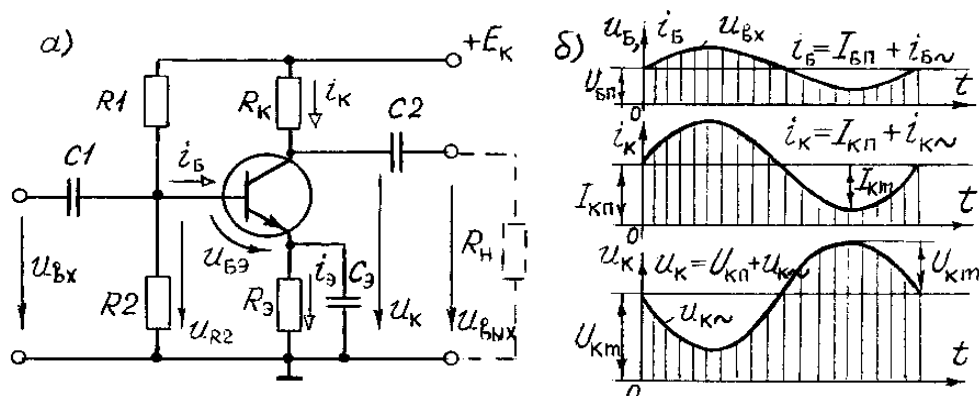

Рисунок 4
Рассмотрим один из наиболее распространенных усилительных каскадов на транзисторах – каскад с общим эмиттером (рисунок 4,а).
При подаче входного сигнала  $u_{вх}$  на постоянную составляющую тока  $I_{бп}$  накладывается переменная составляющая  $i_{б\sim}$ , и ток базы становится пульсирующим  $i_б$  (рисунок 4, б). Он вызывает пульсацию тока коллектора  $i_к = \beta i_б$  и коллекторного напряжения  $u_к$ . Переменная составляющая напряжения  $u_{к\sim}$  через конденсатор  $C2$  передается в нагрузку:  $u_н = u_{в\text{ых}}$ .
Так как  $E_K = \text{const}$  и режим по постоянному току не меняется, то видно, что с увеличением тока  $i_{k\sim}$  напряжение  $u_{k\sim}$  уменьшается, оно сдвинуто по фазе относительно входного напряжения на  $180^\circ$  (рисунок 4, б).
Изучить устройство и принцип работы однокаскадного транзисторного усилителя с ОЭ (рисунок 4,а), проанализировать назначение всех его элементов. Письменно дать обоснованный ответ на вопрос соответствующего варианта в таблице 1.
1. Собрать электрическую цепь по схеме однокаскадного транзисторного усилителя с ОЭ (рисунок 4,а).
Цель работы; схема однокаскадного транзисторного усилителя с ОЭ (рисунок 4,а); обоснованный ответ на вопрос предварительного задания; таблицы измерений, графики амплитудных  $U_{\text{вых}}(U_{\text{вх}})$  и амплитудно-частотных  $K_U(f)$  характеристик усилителя, расчетные значения  $K_U$ , полоса пропускания усилителя для двух значений емкости  $C_2$ ; оценка влияния нагрузки  $R_n$  и емкости связи  $C_2$  на коэффициент усиления  $K_U$ , выводы.